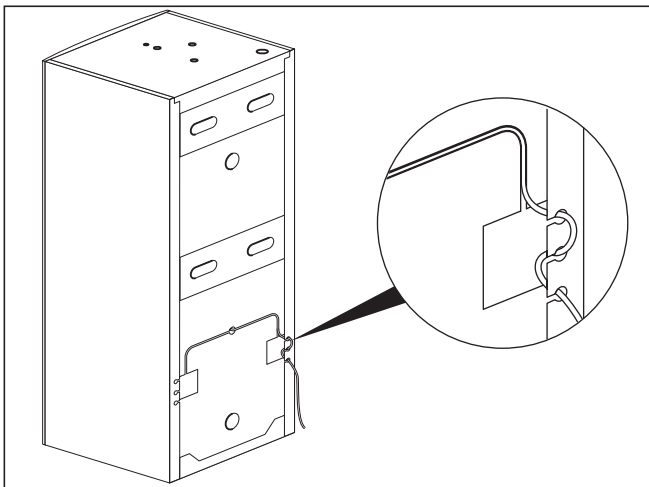

Fig. 5.1 Tilslutning af beholderfølerledningen
- Skub føleren i beholderfølermuffen som vist på fig. 5.1 (se fig. 2.1, pos. 11).